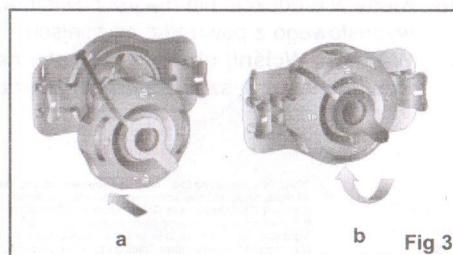

Fig 3
- Установите клапан так, чтобы значки этого клапана совпадали со стрелками на клапане. (Рис. 3-а).
- Чтобы закрыть отверстие, поверните клапан по часовой стрелке до упора. (Рис. 3-б).
- После того, как желаемая твердость достигнута, верните переходник для быстрого накачивания в исходную позицию (Рис. 3).